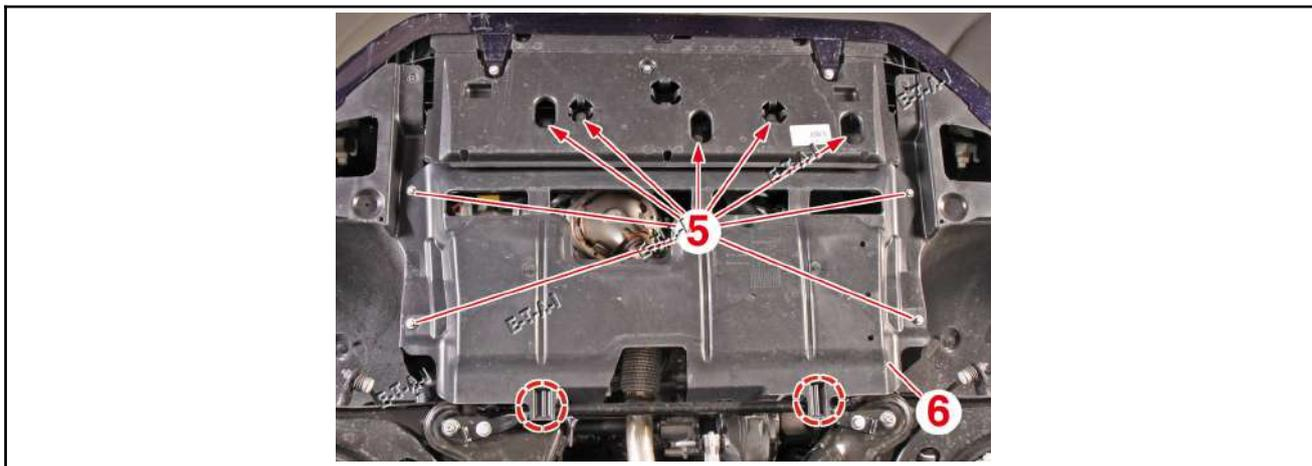

Fig.26
- Déposer les vis (5)(Fig.26).
- Dégrafer et déposer la protection sous moteur (6).